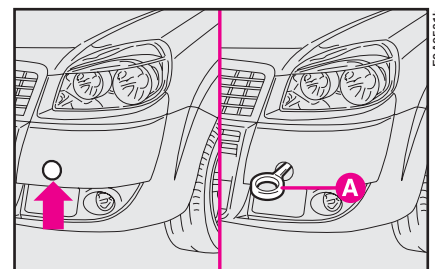

рис. 46
- 2) Надавлив отверткой в месте, указанном стрелкой на **рис. 46**, извлеките заглушку из бампера.
- 3) Наверните проушину **A** на резьбовой штырь (**рис. 46**).